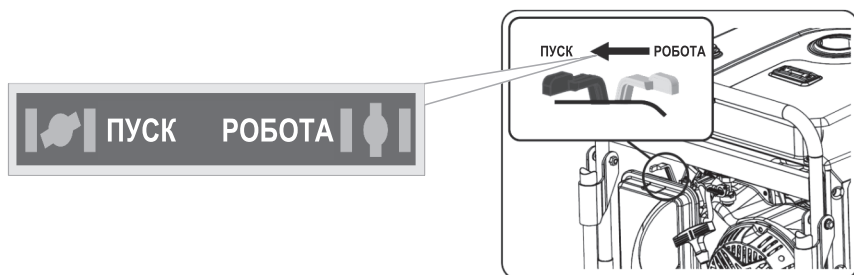

Рисунок 8. Положення важеля повітряної засувки
6. Як тільки двигун прогріється, припиніть подачу збагаченої паливної суміші. Для цього важіль повітряної засувки карбюратора (див. рисунок 8) перемістіть до упору у положення «РОБОТА» (RUN). Зміну положення повітряної засувки здійснюйте поступово, щоб не зупинити двигун збідненою паливною сумішшю.
5. Після того, як двигун прогріється, поверніть важіль повітряної засувки до положення «РОБОТА» (див. рисунок 8). Регулювання положення повітряної засувки треба виконувати плавно, щоб не заглушити двигун збідненою паливною сумішшю.